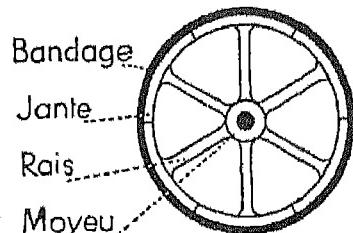

Fig. 8. — Roue de chariot. De combien de parties se compose-t-elle ?
b) deux roues : chacune d'elles est faite d'un moyeu, de rais ou rayons et d'une jante, le tout en bois dur ; un bandage en fer protège extérieurement la jante contre l'usure et maintient solidement assemblées les diverses parties de la roue (fig. 8) ; enfin, à l'intérieur du moyeu,